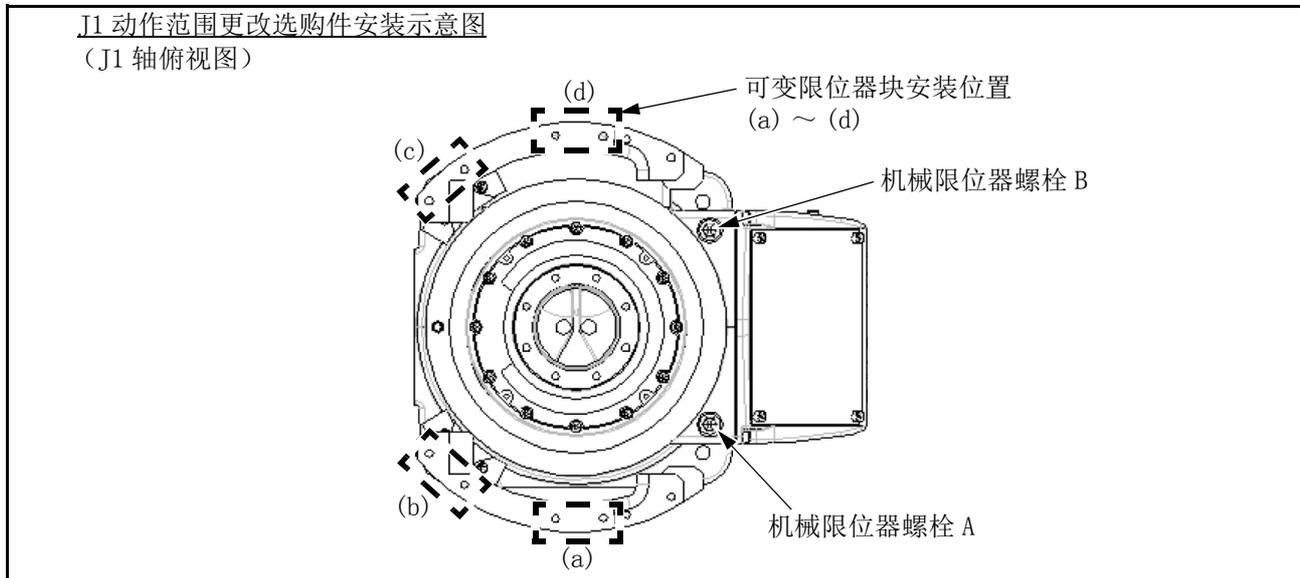

图 3-3: J1 轴动作范围变更选购件安装示意图 (RV-4FR/7FR 系列)
注 1) 表中的符号: “(a)” ~ “(d)” 与图 3-3 J1 轴动作范围变更选购件安装示意图 (RV-4FR/7FR 系列) 中的符号一致。
注 1) 表中的符号: 表中的符号: “(a)” ~ “(d)” 与图 3-3 J1 轴动作范围变更选购件安装示意图 (RV-4FR/7FR 系列) 中的符号一致。
- 4) 安装机械限位器螺栓 A 和 B。请参照表 3-8 或表 3-9 及图 3-3 安装所需的螺栓。